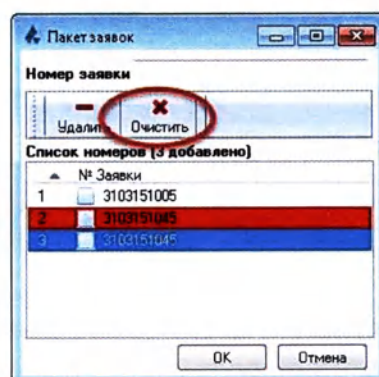

Рисунок 2.95
7. Для того чтобы удалить из списка все номера, нажмите на кнопку «Очистить» (Рисунок 2.95):